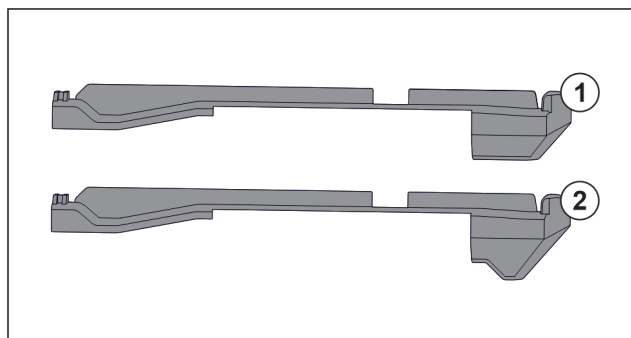

Fig. 74 Porovnanie násuvných dielov
V zariadení sa nachádzajú dva rozdielne násuvné diely. Násuvný diel nad spodnou zásuvkou Fig. 74 (2) má trojuholníkovú hranu. Všetky ostatné násuvné diely Fig. 74 (1) majú rovnú hranu.
- ▶ Namontujte násuvný diel Fig. 74 (2) s trojuholníkovou hranou nad spodnú zásuvku.
- ▶ Namontujte násuvný diel Fig. 74 (1) s rovnou hranou na všetky ostatné miesta.